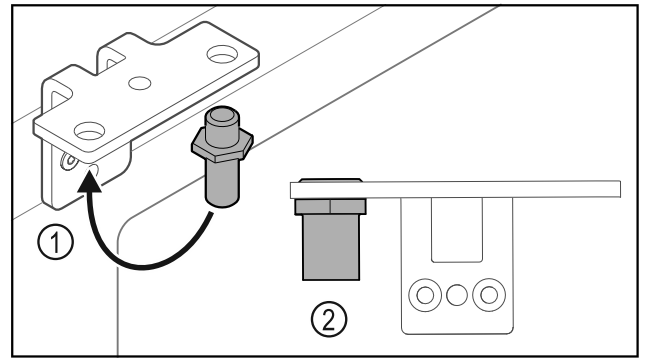

Fig. 37
- Μεταφέρετε τον πείρο Fig. 37 (1) στη γωνία μεντεσέ.
- Σφίξτε τον πείρο Fig. 37 (2) με ροπή 12 Nm.